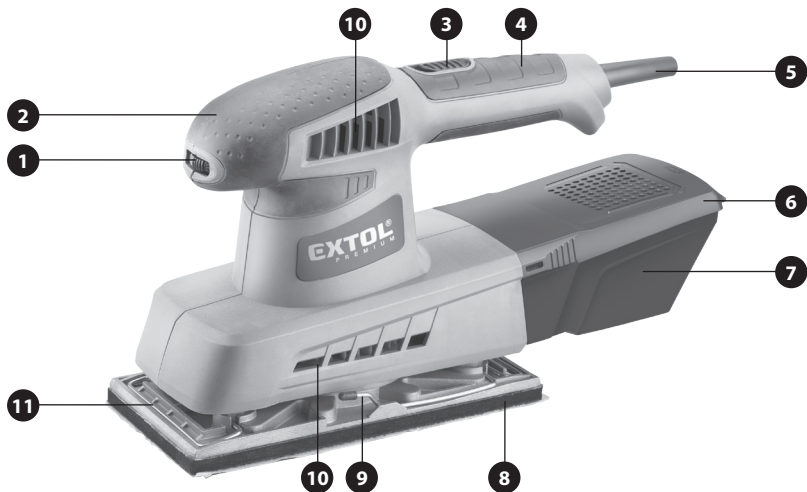

Abb. 1
- Benutzen Sie bei der Arbeit einen Schutz der Augen vor fliegenden Gegenstände, einen Gehörschutz (der Schalleistungspegel übersteigt den Wert 85 db(A) und langfristiges Aussetzen einem höheren Lärmpegel in der Gerätenähe kann irreversible Gehörschäden zu Folge haben), ferner einen Atemschutz - Staubmaske mit einer Klasse von mind. P2, Handschuhe zum Schutz vor mechanischen Risiken und Vibrationen, geeignete Arbeitskleidung und -schuhe. Informieren Sie sich in Geschäften mit Arbeitsschutzzitteln.
- 3) Schalten Sie die Schleifmaschine ein, indem Sie den Betriebsschalter (Abb. 1, Position 3) in die vordere Position schalten (die Nummer 1 ist auf dem Schalter sichtbar).